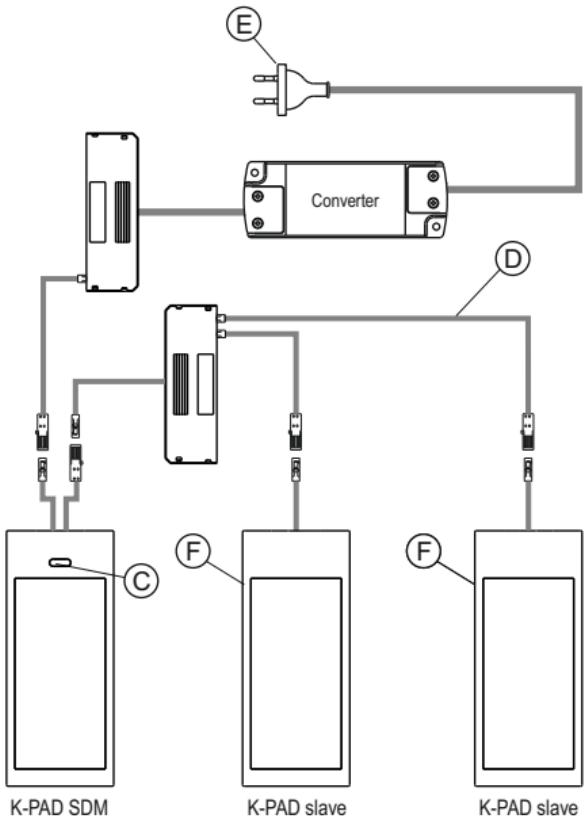

Fig 4
- **SDM:** (fig.4) (TOUCH SENSOR master)
The output cable of **K-PAD SDM** can handle a load of max. 60W @ 24VDC included the absorption of the device figure 4.
The **K-PAD SLAVE** (F) is a switch-free spotlight, then it must be turned on via a remote switch that can be placed on the **K-PAD SDM** (wired in the MASTER version) as shown in figure 4 or it can be assigned to a separate switch connected to the primary of the converter as shown in figure 3, or to a remote socket where to connect the converter.
- **SDM:** (Abb.4) (TOUCH SENSOR Master)
Der Ausgang (output cable) des **K-PAD SDM** kann eine maximale Last von 60W@24Vdc einschließlich der Stromaufnahme steuern (abb.4).
**K-PAD (F)** ist eine Leuchte ohne Schalter, daher muss das Einschalten über einen Extraschalter erfolgen, der sich am **K-PAD SDM** (mit Verkabelung der Ausführung MASTER) wie in Abbildung 4 gezeigt befinden kann, oder über einen eigenen Schalter, der an die Primärspannung des Konverters angeschlossen wird, wie in Abbildung 3 gezeigt, oder über eine gesteuerte Steckdose, an die der Konverter angeschlossen wird.
- **TLDL:** (fig.4) (touch-led dimmer master)